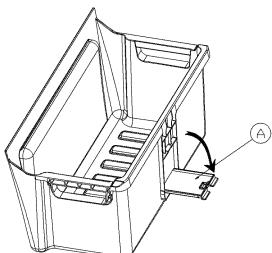

FIGURE -1-
1-Retirez le bac inférieur du compartiment congélateur et ouvrez le **couvercle du système de vidange** (A) situé à l'arrière du bac (figure-1).